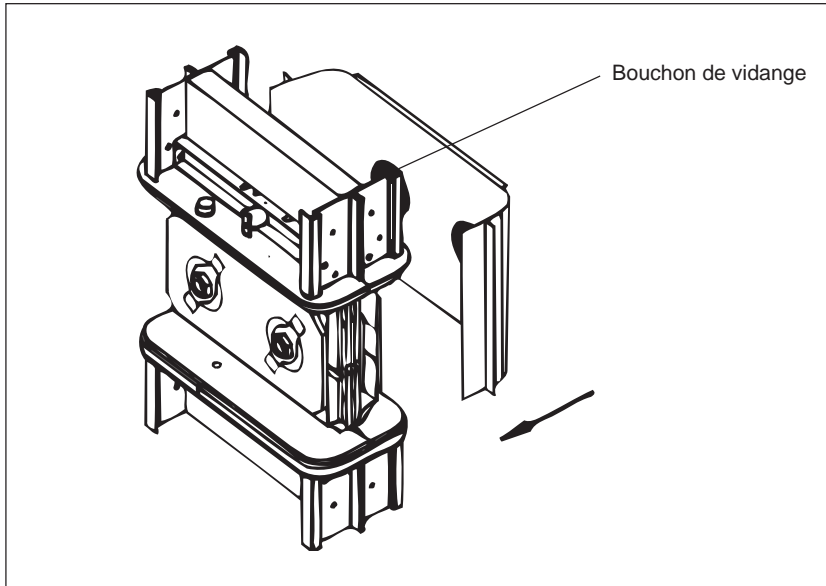

Figure 24
6. Installer le couvercle inférieur (figure 24).